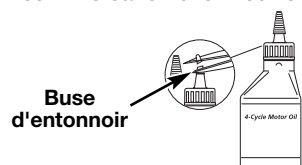

Fig. 7
Votre appareil est livré avec une bouteille d'huile SAE 30 SF, SG, SH de 90 ml (3,04 oz) (Fig. 7).
- Dévisser le bouchon de la bouteille d'huile et retirez le papier couvrant l'ouverture. Remplacez le bouchon. Coupez la pointe de la buse de l'entonnoir (Fig. 7).